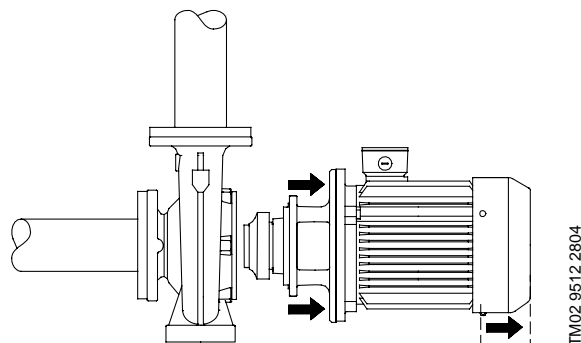
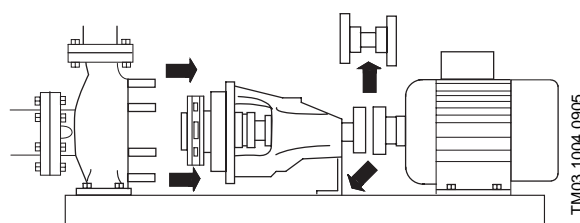

Fig. 1 Diseño NB
Fig. 2 Diseño NK
- El diseño de las bombas permite el desmontaje del motor, acoplamiento, conjunto de cojinetes e impulsor sin tocar el alojamiento de la bomba o las tuberías. Incluso los modelos más grandes pueden ser reparados por una sola persona y con una sola grúa. Ver fig. 1 y fig. 2.